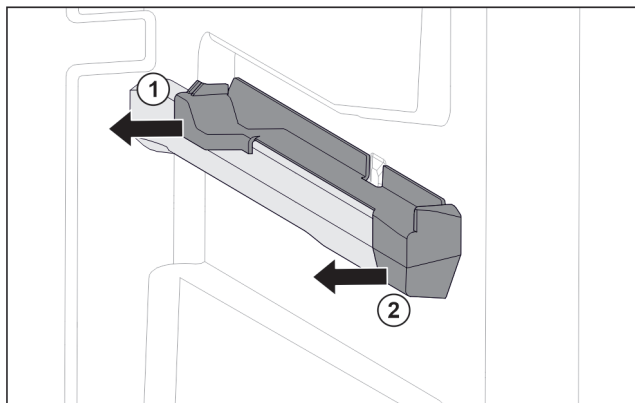

Fig. 138 Elemento inseribile sulla nervatura destra del contenitore
- Estrarre l'elemento inseribile dal lato posteriore di lato. Fig. 138 (1)
- Estrarre l'elemento inseribile dal lato anteriore di lato. Fig. 138 (2)